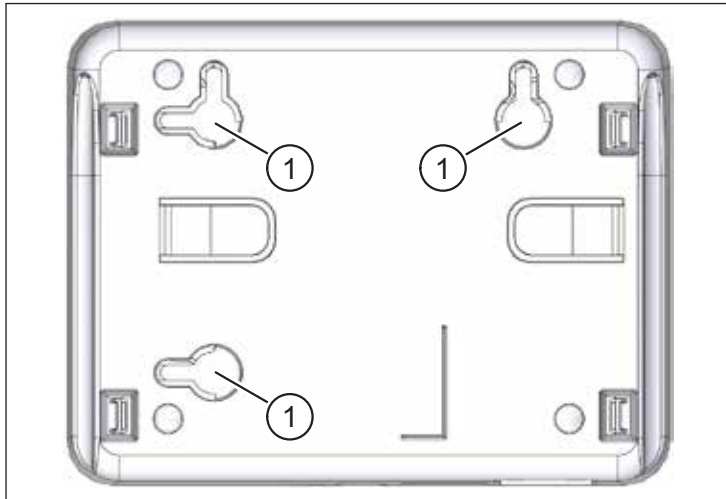

Fig. 2: Évidements à l'arrière de la passerelle
Sur la face arrière de la passerelle, trois évidements (pos. 1 dans Fig. 2) sont prévus pour les têtes de vis. Vous pouvez donc installer l'appareil horizontalement ou verticalement sur le mur si besoin.